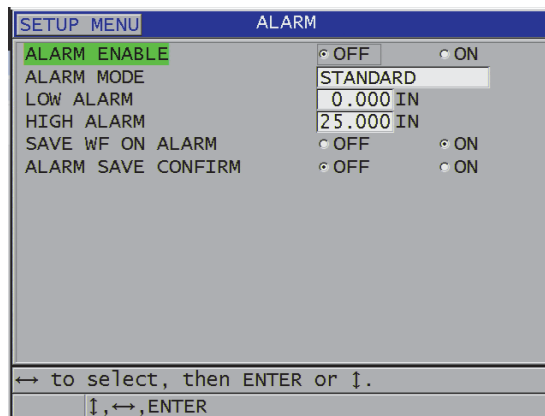

Abbildung 8-7 Einstellung des STANDARD-Alarmes
3. Führen Sie im Fenster **ALARM** (siehe Abbildung 8-7 auf Seite 147) Folgendes aus: